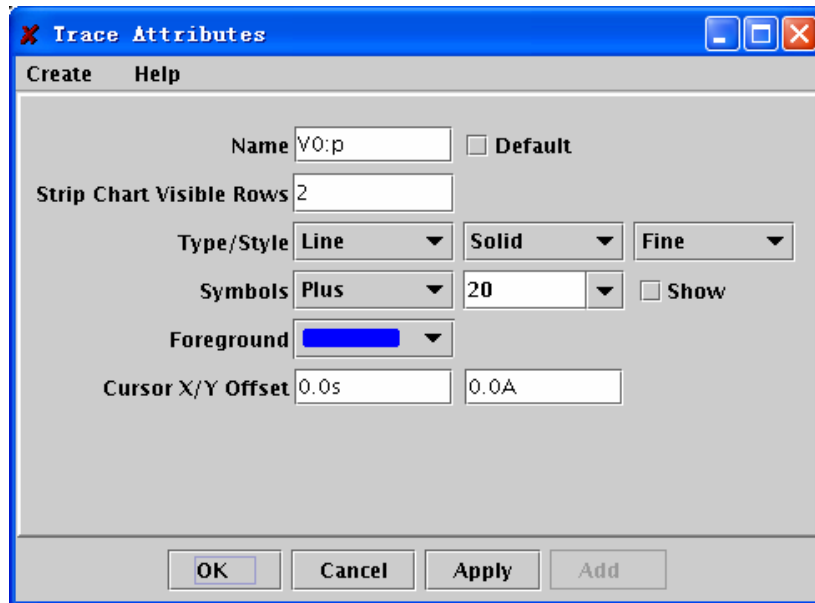

图 12.18 修改波形的属性
- 1) 通过选择“Trace”→“Edit”，或者双击波形，打开“Trace Attributes”对话框，如图 12.18 所示。